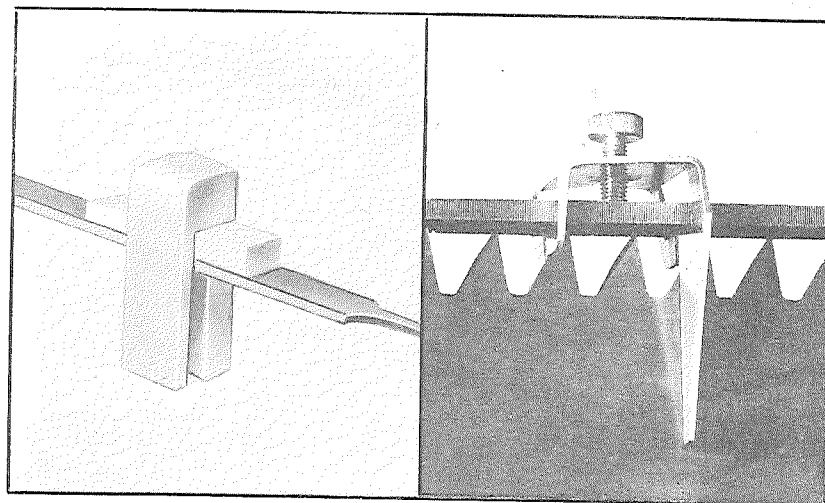

Fig. 50.
En tannavretter er lett å lage selv, se fig. 50. Det er også billig å anskaffe en ferdig avretter som fig. 51.
a. *Tannavretting.* Formålet med tannavretting er å justere saga slik at alle tannspisser får samme høyde, det vil si: ligger på samme tannlinje. Tannavrettingen utføres helst med en noe slitt fil som fastspennes i en tannavretter (se fig. 50 og 51).